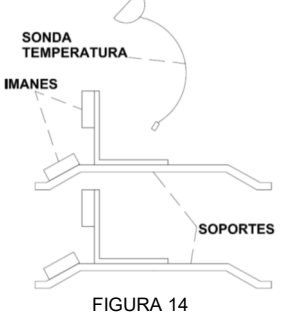

FIGURA 15 FIGURA 16 FIGURA 17
- Insertar los dos soportes (figura 14) en el bastidor (figura 1) del dispositivo según se muestra en la figura 15.